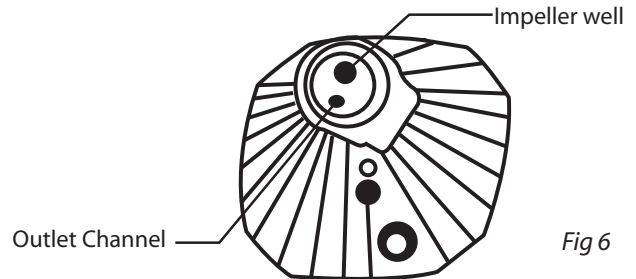

Fig 6
13. Una un ensamblador(g) en el lado más corto del bastón (f), inserte un codo(h) en el ensamblador, después una el pico de pato(i) en la otra parte del codo. Únalos firmemente, ponga las ventosas(j) al bastón. Fig 6.
1. Remueva cuidadosamente la capa de la parte superior de la unidad principal empujando el botón rojo de seguridad hacia fuera y rotando la capa hasta que se salga. Fig 6
17. Limpie bien el impulsor y el canal de salida usando un cepillo de dos cabezas. Fig 6.